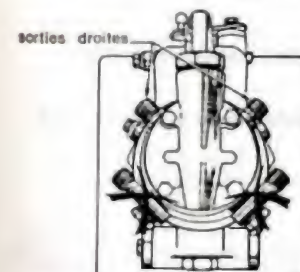

Fig. 38.
- Sauf indication particulière portée sur la fiche d'essai, il est recommandé de monter des **sorties de raccordement droites** d'un diamètre intérieur de 2,37 mm (fig. 38).